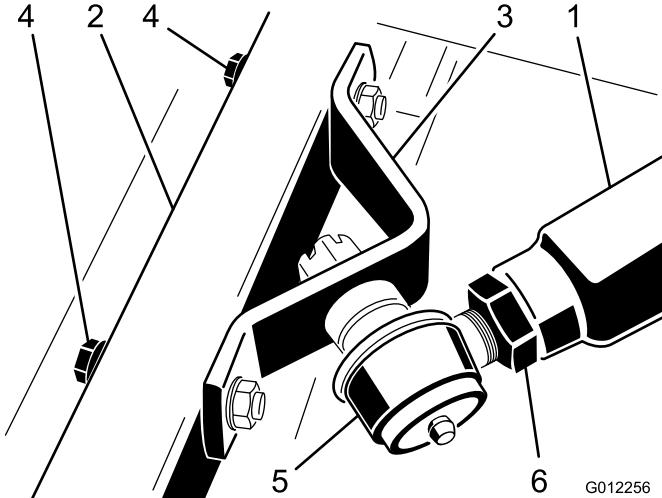

Figura 20
5. Haga que otra persona haga presión hacia abajo con cuidado sobre el brazo de empuje derecho mientras que usted retira los tornillos de caperuza, las arandelas planas y las contratuerzas que sujetan el soporte de la articulación esférica al brazo de la rueda giratoria de la unidad de corte (Figura 20). Ahora y con cuidado, la otra persona puede dejar que el brazo de empuje se desplace hacia arriba, lo que aliviará gradualmente la tensión de 45 kg del muelle.
3. Haga que otra persona haga presión hacia abajo con cuidado sobre el brazo de empuje derecho hasta que los taladros del soporte de la articulación esférica estén alineados con los taladros del brazo de la rueda giratoria (Figura 20).